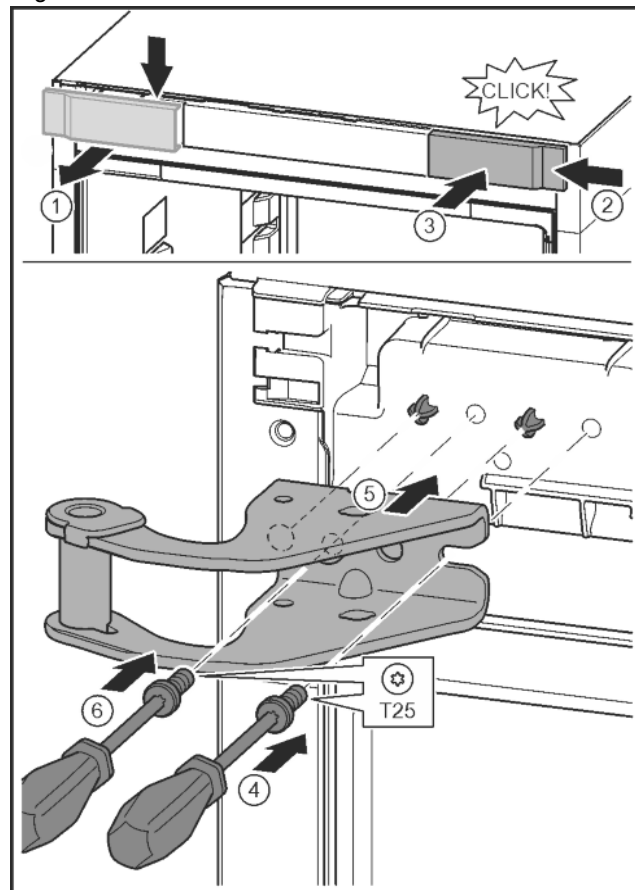

Fig. 13
- ▶ Abdeckung lösen und seitlich abnehmen. *Fig. 13 (1)*
- ▶ Abdeckung um 180° gedreht auf der anderen Seite von rechts einhängen. *Fig. 13 (2)*
- ▶ Abdeckung einrasten. *Fig. 13 (3)*
- ▶ Schraube mit Schraubendreher T25 ansetzen. *Fig. 13 (4)*
- ▶ Oberen Lagerbock ansetzen. *Fig. 13 (5)*
- ▶ Schraube festdrehen. *Fig. 13 (6)*
- ▶ Schraube mit Schraubendreher T25 einsetzen und festdrehen. *Fig. 13 (6)*